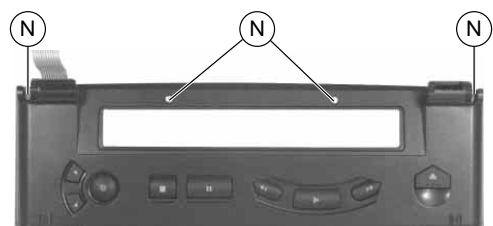

Fig. 6
- 4 Schrauben (N) herausdrehen (Fig. 6).
- Undo 4 screws (N) (Fig. 6).